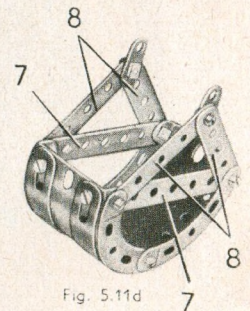

Fig. 5.11d
La benne (fig. 5.11d), est constituée par une plaque flexible de 14×4 cm. incurvée et boulonnée sur des bandes cintrées à glissière; la plaque flexible est réunie par des équerres à des bandes de 7 trous (7); deux bandes incurvées épaulées et deux bandes de 5 trous (8) sont tenues de chaque côté par les mêmes boulons. Les extrémités supérieures des bandes (8) sont boulonnées sur des supports plats. La benne est suspendue à une corde attachée à l'un des supports plats et passée sur l'une des poulies (6) du chariot. La corde fait ensuite une boucle dans une bande de 5 trous (9), passé autour de la seconde poulie (6) et est attachée à l'autre support plat de la benne. La bande (9) est boulonnée sur des équerres de 25×25 mm. fixées à l'extrémité du portique.